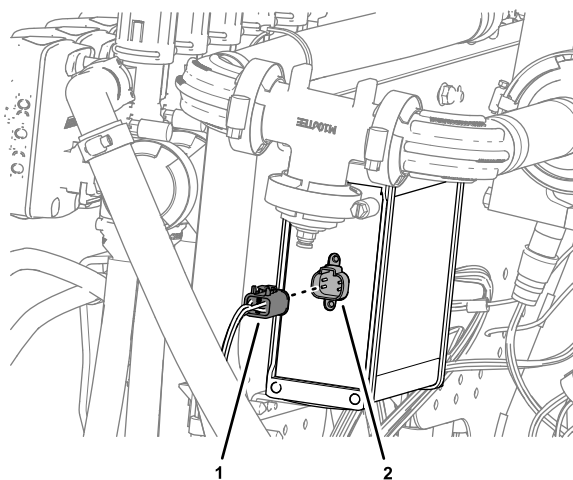

Рисунок 135
4. Вставьте 4-гнездовой разъем с маркировкой TO ASC 10 (к ASC 10) в 4-штыревой разъем контроллера опрыскивателя ASC 10 (Рисунок 135).